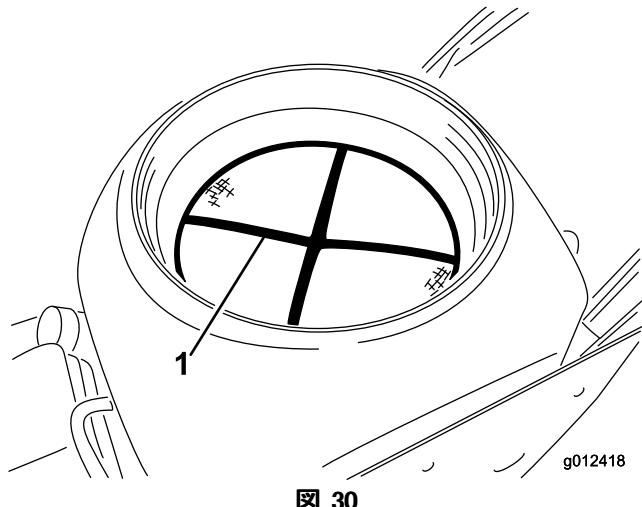

図 30
- ペイント・タンクのストレーナ (図 30) を外して水洗いする。